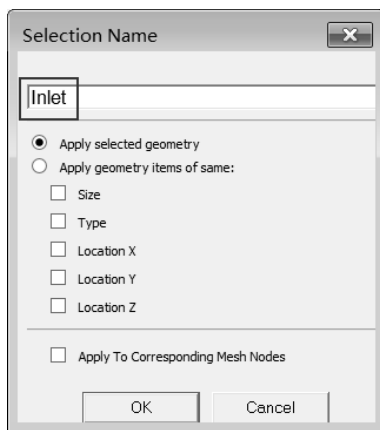

图 17-55 截面命名 (1)
Step7: 此时在弹出的如图 17-55 所示的 Selection Name 对话框的 Enter a name for the selection group 中输入 Inlet。